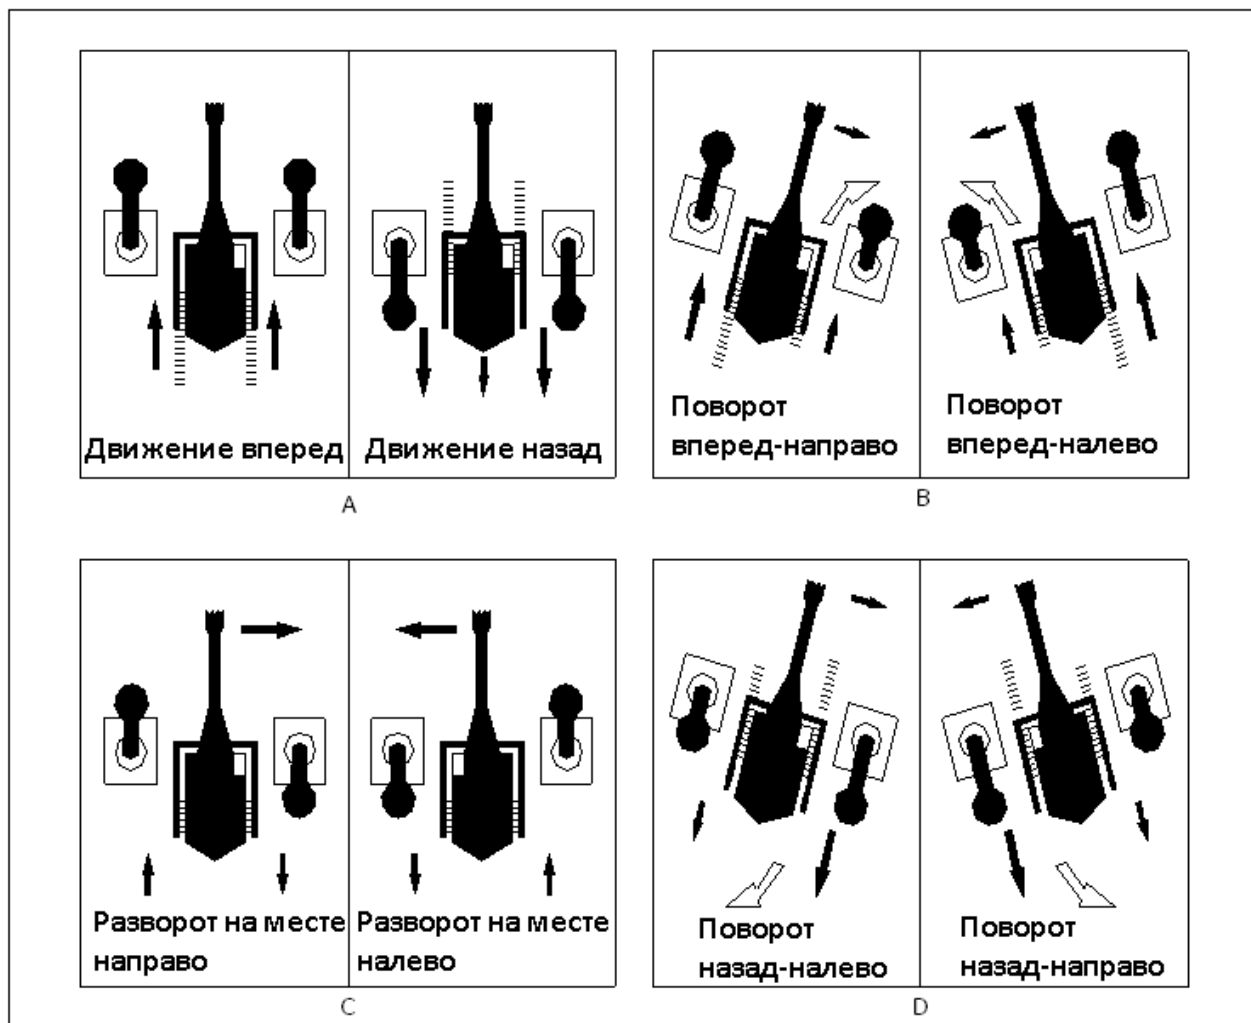

Рисунок 4-5. Управление ходом
1) Для продвижения вперед по прямой необходимо одновременно выдвинуть оба контроллера в направлении, одинаково отдаленном от среднего (центрального) положения (см. рис. 4-5). Скорость хода прямопропорциональна расстоянию перемещения от вертикального (среднего) местоположения.
3) Для поворота вправо во время хода вперед нужно левый контроллер подать вперед из среднего положения. В зависимости от степени поворота правый контроллер устанавливается в среднее положение для небольшого поворота. Для достаточно большого поворота правый контроллер слегка подается вперед. Когда левый контроллер подается вперед, а правый назад, машина поворачивается в исходное место направо (см. рис. 4-5).
5) Для поворота вправо или влево во время движения в обратном направлении положение командоконтроллера должно быть как изображено на рис. 4-5. Ход в обратном направлении должен выполняться как можно реже во избежание чрезмерного трения и износа элементов гусеничного устройства.
Внимание: во время копания функция предельного положения напора рукояти ковша (при чрезмерном напоре или возврата) не должна путаться с чрезмерным напором, возникающим при подъеме стрелы. Чрезмерный напор – это применение чрезмерной силы напора, которая вовремя внедрения ковша в забой приводит к подъему стрелы (см. рис. 4-5). Многократный или чрезмерный подъем стрелы может привести к растяжению канатов и раннему износу соответствующих деталей.